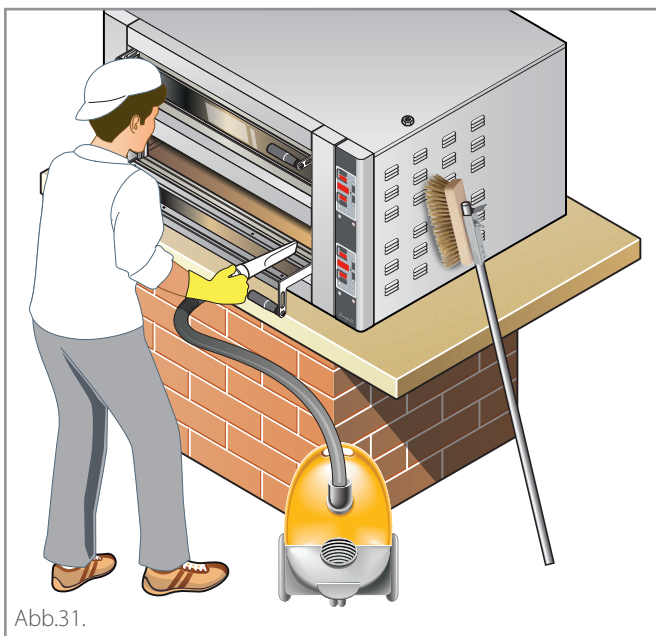

Abb.31.
- E** Die Kammer nach Abkühlen des Ofens mit einer Naturfaserbürste von kristallisierten Lebensmittelresten reinigen und diese anschließend mit einem Aschesauger entfernen ► **Abb.31.**